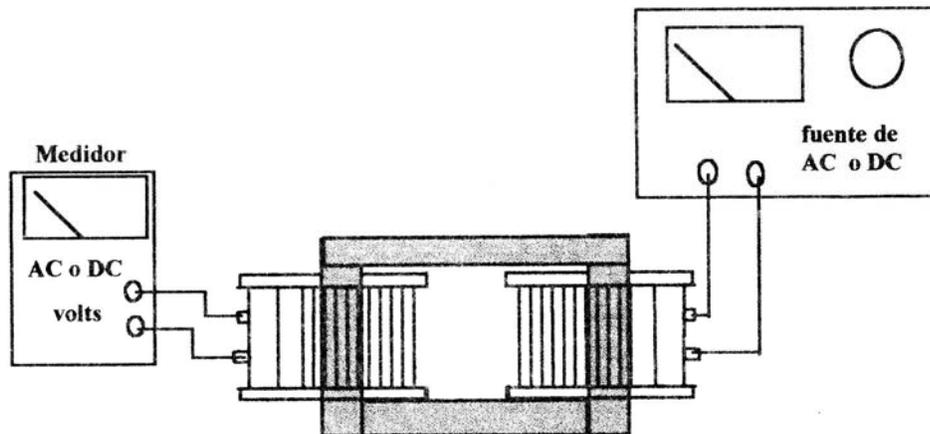

Figura 1
2. A la bobina de 200 vueltas conéctele la fuente de DC apagada, en tanto que a la de 400 vueltas conéctele el medidor de voltaje en la escala de medición de 0-20 volts de DC. Guíese por la figura 1 para realizar las conexiones.